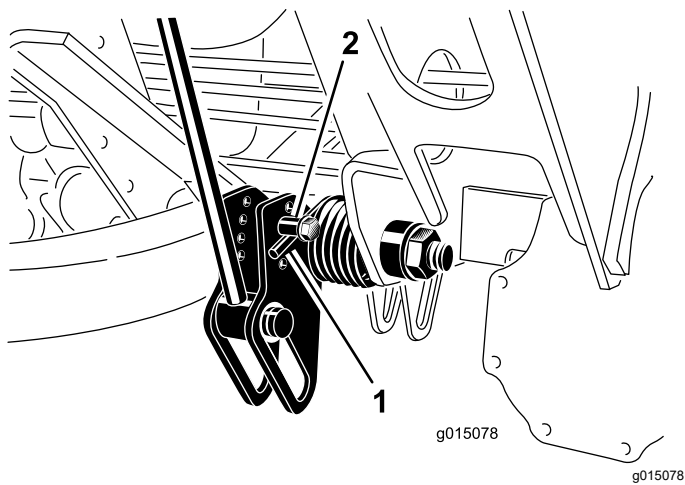

图 34
2. 将一个管子或类似物体插入长弹簧一端并在调节过程中降低弹簧张力 (图 34)。
3. 在降低弹簧张力时拆下将弹簧传动器固定到支架上的螺栓和锁紧螺母 (图 34)。